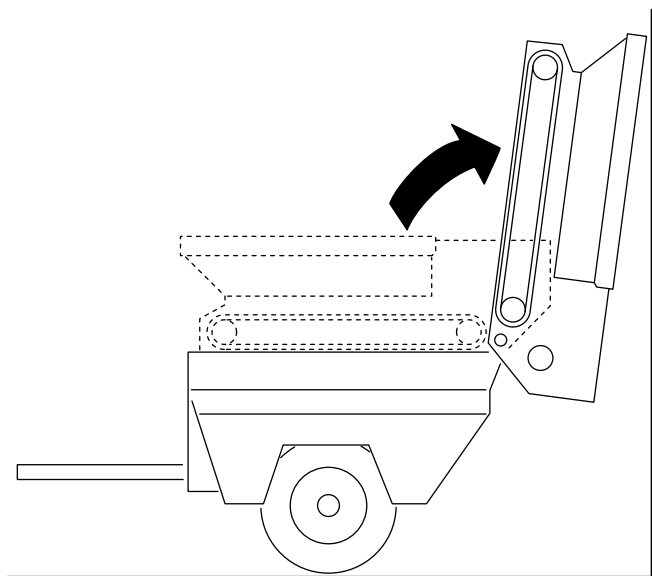

Figura 27
3. Fate ruotare all'indietro la tramoggia e appoggiatela contro una parete, un palo, una scala ecc. (Figura 27)..
Accertatevi che la tramoggia sia ruotata oltre il centro e/o fissata a una parete o a un palo per evitarne la caduta accidentale sull'area di lavoro (Figura 27).
3. Abbassate la tramoggia sulle guide del telaio scorrevole facendo molta attenzione; fate riferimento alla Figura 27 di Smontaggio del pianale scorrevole \(pagina 24\).